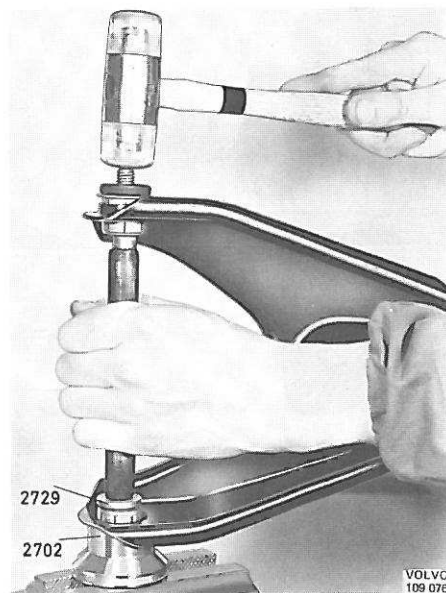
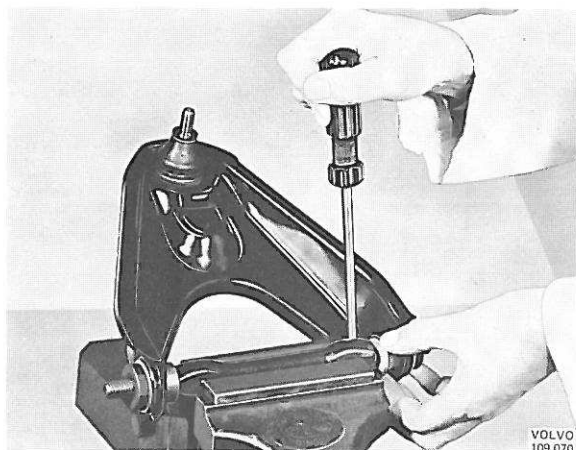

Figure 37. Démontage de l'axe du triangle de commande
Figure 38. Mise en place de l'outil de démontage
2. Fixer l'axe du triangle de commande dans un étau. Ecarter légèrement l'extrémité du triangle de commande afin de pouvoir monter l'outil 2729, voir figure 38. Extraire l'une des bagues avec un maillet en fibres et avec la douille 2702 comme indiqué sur la figure 37. Retourner le triangle de commande, déplacer l'outil 2729 sur l'autre côté et extraire la deuxième bague de la même façon.